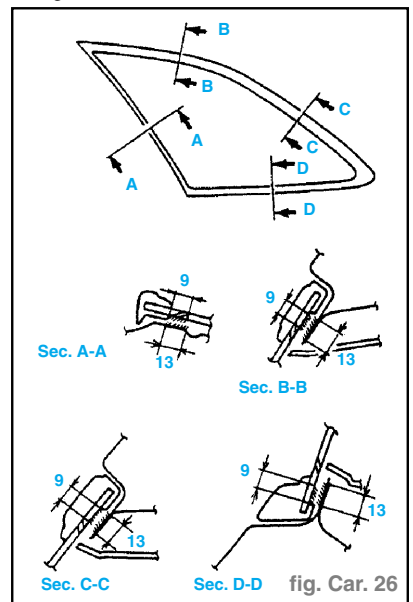

fig. Car. 26
- À l'aide d'un pinceau, appliquer une couche d'apprêt sur la zone de fixation de la vitre et la carrosserie. Utiliser seulement l'apprêt de vitre pour la vitre et l'apprêt de carrosserie pour la carrosserie. Laisser sécher la couche d'apprêt pendant environ **30 minutes**. (fig. Car. 26)